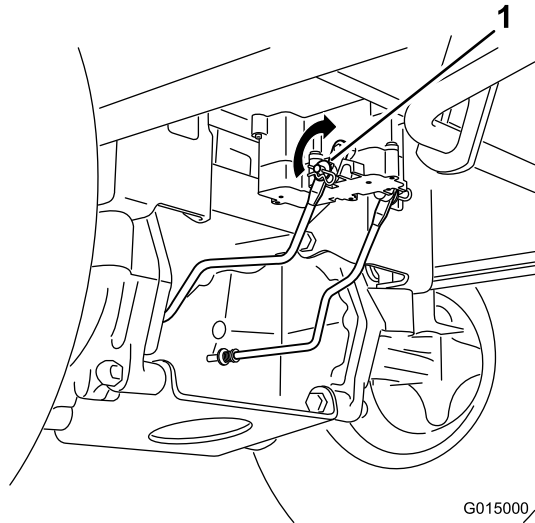

Figura 41
1. Localice el eje del freno eléctrico al que están conectados los brazos de enganche de los frenos (Figura 41).